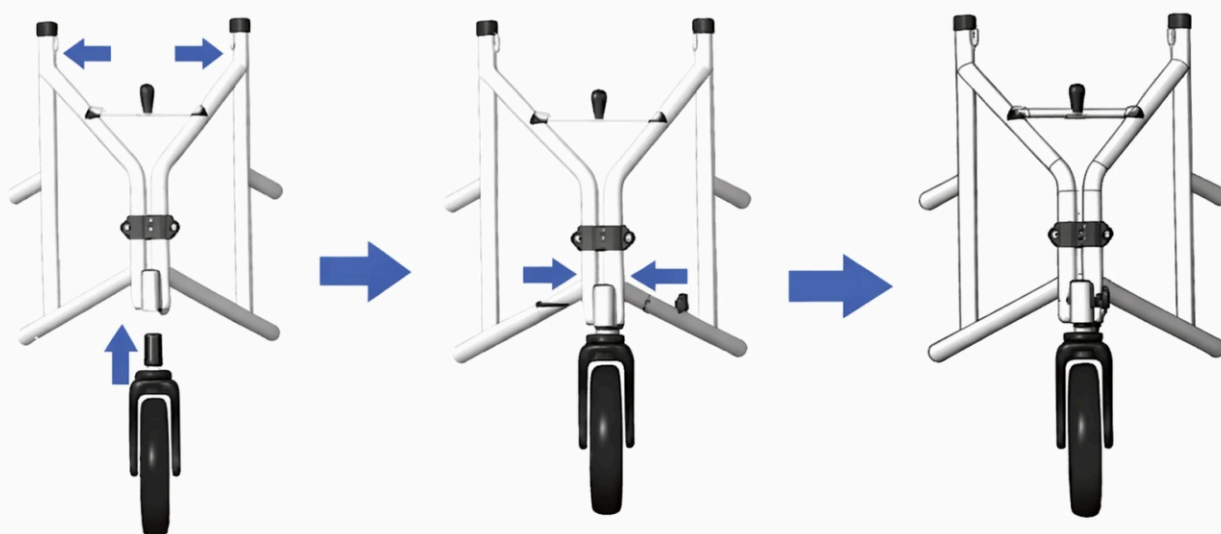

Figura 2
Paso 1 (como se muestra en la Figura 2): Retire el conjunto del bastidor principal (1) y el conjunto de la rueda delantera (9). Empuje con la mano los bastidores izquierdo y derecho del conjunto del bastidor principal hacia afuera. Alinee el orificio de la tuerca de la rueda delantera del conjunto de la rueda delantera (9) con el orificio de la manga de la rueda delantera del conjunto del bastidor principal (1). Inserte el conjunto de la rueda delantera (9) en la manga de la rueda delantera del conjunto del bastidor principal (1). A continuación, inserte el perno hexagonal M6×35 (14) a través del orificio de la manga de la rueda delantera del conjunto del bastidor principal (1) y alinéelo con el orificio de la tuerca de la rueda delantera del conjunto de la rueda delantera (9). Coloque la tuerca pequeña con arandela curva (11) en el perno hexagonal M6×35 (14) y apriétela.